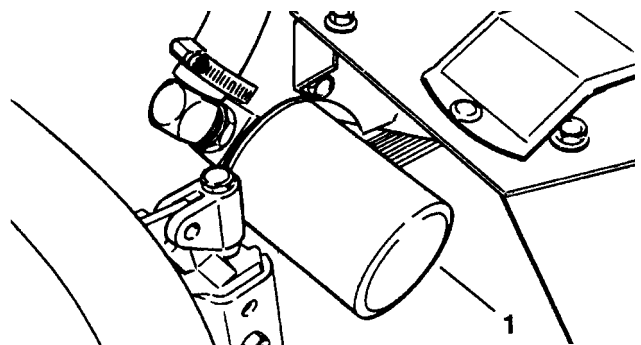

Bild 30
2. Wenn nur der Ölfilter zu wechseln ist, den Behälterdeckel abschrauben und den Behälterstöpsel (Bild 30) einführen, um die Abblaßöffnung zu verstopfen.